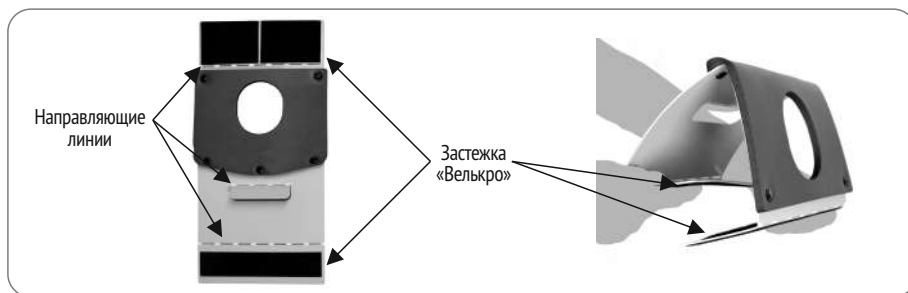

Рис. 4 Сборка боковой опоры
- 6.4. Соберите боковые опоры головы, для этого согните боковую опору по направляющим линиям до образования треугольника и зафиксируйте его с помощью застежки велькро (Рис. 4).